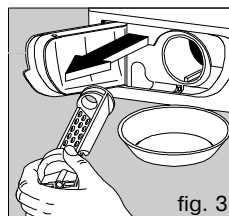

fig. 3
- Tournez le filtre dans le sens inverse des aiguilles d'une montre et nettoyez-le soigneusement à l'eau courante (fig. 3).